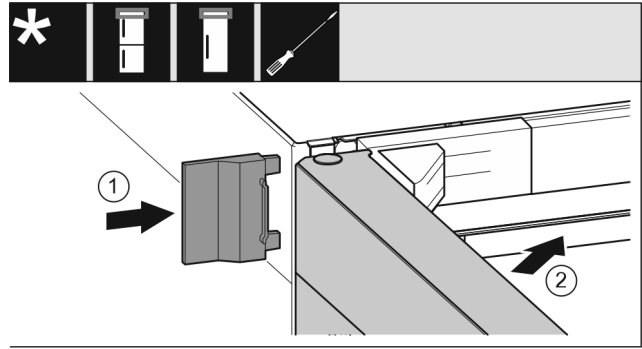

Fig. 34
- ▶ Împingeți apăraoarea exterioară. Fig. 34 (1)
- ▶ Închideți ușa superioară. Fig. 34 (2)